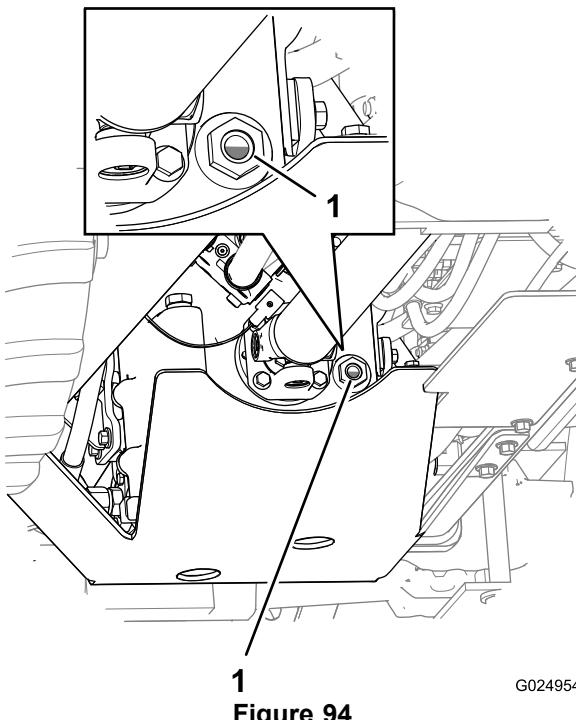

Figure 94
- Après 5 minutes, contrôlez le niveau d'huile de transmission par le regard de niveau (Figure 94).
6. Répétez les opérations 2 à 5 jusqu'à ce que le niveau d'huile recouvre entre 50 et 75 % du regard de niveau (Figure 94).
Remarque: Le niveau d'huile doit recouvrir entre 50 et 75 % du regard de niveau (Figure 94).